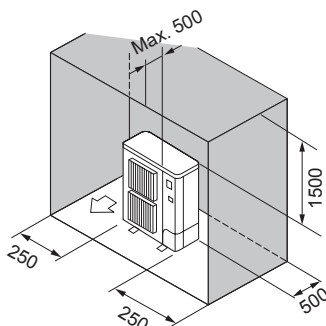

Fig. 2-11
- ⑥ Csak hátul, oldalt és főt vannak akadályok (Fig. 2-11)